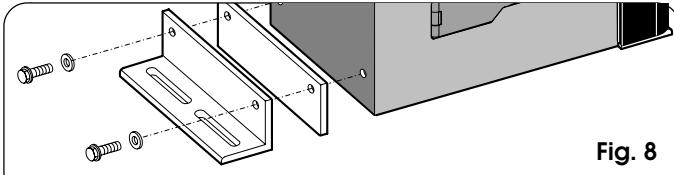

Fig. 8
- 1) Monteer de hoekbevestigingsstukken en de trillingendempende afstandstuks op de aandrijving, zoals op fig. 8.